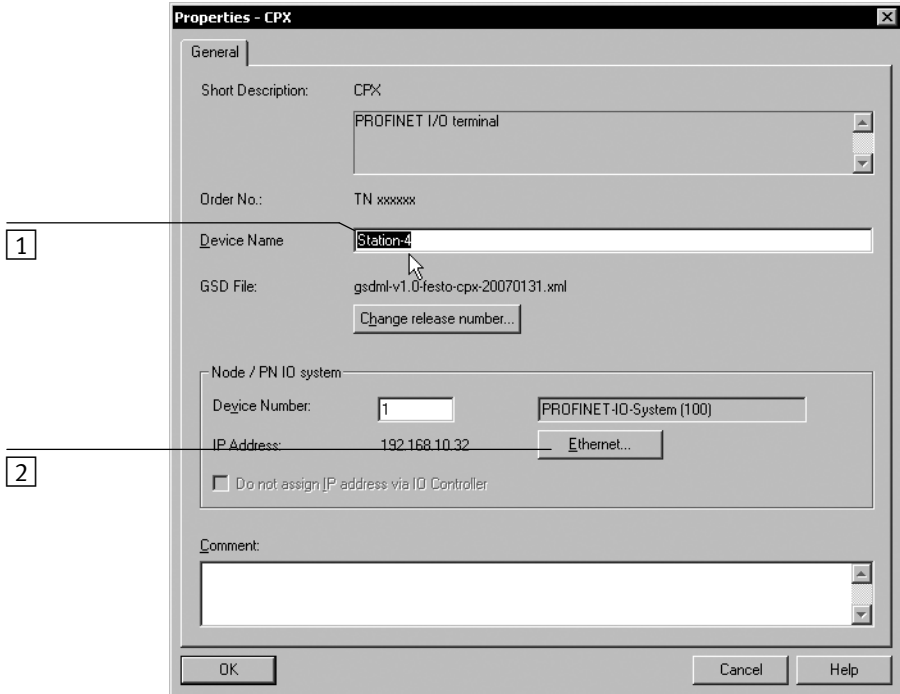

Fig. 2/3 : Propriétés du terminal CPX - nom d'appareil et adresse IP
6. Dans le champ “Device Name”, saisir un nom d'appareil significatif pour le terminal CPX (1) dans Fig. 2/3, par exemple CPX-01, Station-xy ou une désignation spécifique à l'application).